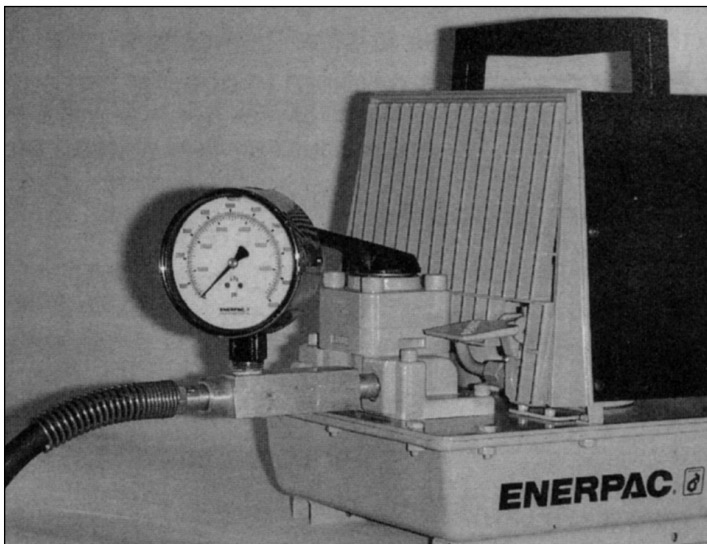

図1-計器の取付け
1. 圧力計、NPT ホース継手、ゲージアダプタのネジ部にシール材をつけてください。図1のように接続します。